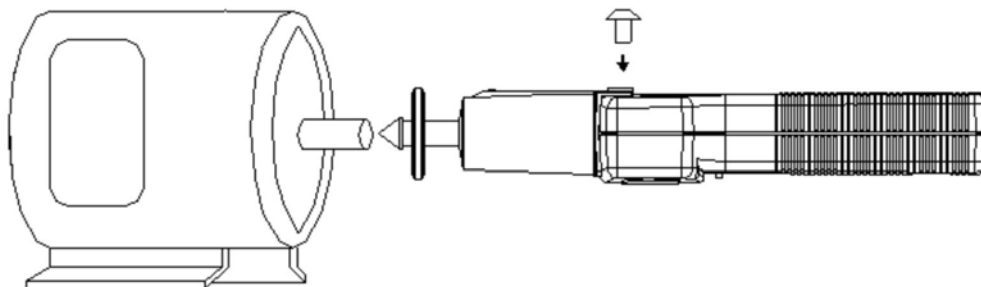

Fig. 3: inserimento dell'adattatore meccanico
2. Fissare l'adattatore meccanico allo strumento **tramite l'opportuna vite di serraggio**, come mostrato in Fig. 3: